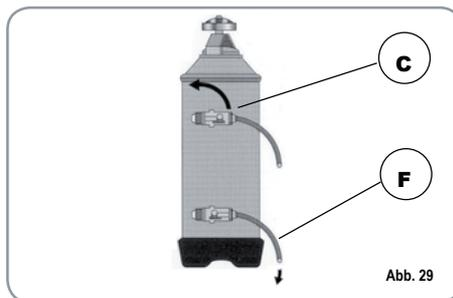

Abb. 29
- 2) Den Verschluss wieder einsetzen und den Hebel C wieder nach links führen (Abb. 29), Dabei hat das Salzwasser durch das Rohr F zu fließen, bis wieder Süßwasser vorliegt (1/2 Stunde).